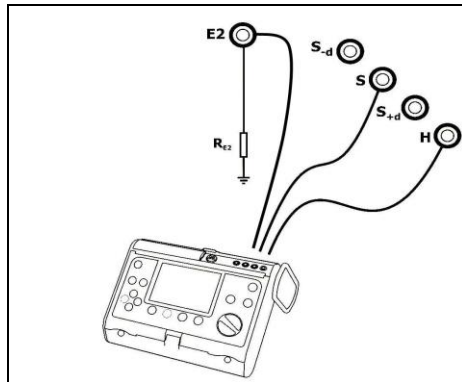

Fig.9. Conexión del medidor.
- conectar el medidor de la resistencia de las tomas de tierra (MRU-XXX) a las tomas según la Fig. 9,